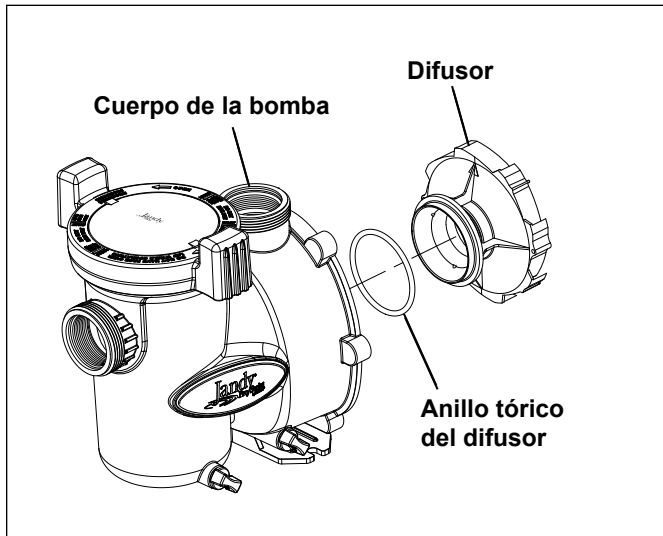

Figura 18. Plano de despiece del cuerpo de la bomba y del difusor
6. Vuelva a colocar los dos (2) tornillos Phillips pequeños. Apriete los tornillos para sacar el difusor contra la placa posterior del motor.
7. Para ayudar a prevenir una pérdida de aire en el sistema, asegúrese de que la junta tórica del difusor, la ranura de la junta tórica y su sello estén limpios y libres de residuos. Si retiró la junta tórica del difusor, asegúrese de instalarla en la ranura de donde la extrajo. (Véase la Figura 18.) Si usa grasa para retener el anillo tórico, **debe** ser a base de silicona, **No use grasa a base de petróleo.** Destruirá la junta tórica.
8. Deslice el difusor en el agujero de acoplamiento en el cuerpo de la bomba. Mientras sujeta el motor comience colocando dos (2) tornillos en lados opuestos. (Esto mantendrá el motor en posición mientras empieza con los otros seis (6) tornillos.)